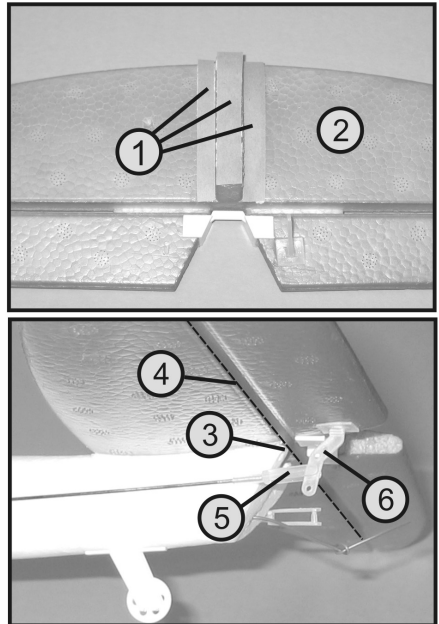

Bild 5
- Sollte das Höhenruder (1) leicht nach oben oder unten abgewinkelt stehen, so hängen Sie den Gabelkopf (siehe Bild 5, Pos. 5) am Ruderhorn aus und stellen durch Verdrehen des Gabelkopfes die erforderliche Länge des Anlenkgestänges ein.
- Das Anlenkgestänge des Seitenruders (2) ist bei Bedarf nach dem selben Schema wie beim Höhenruder einzustellen.